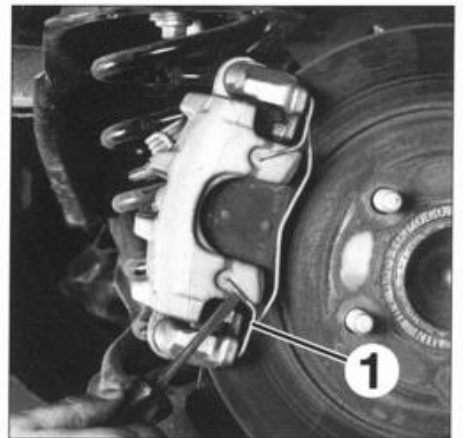

FIG. 13
- el muelle de la pinza (1) (fig. 13).